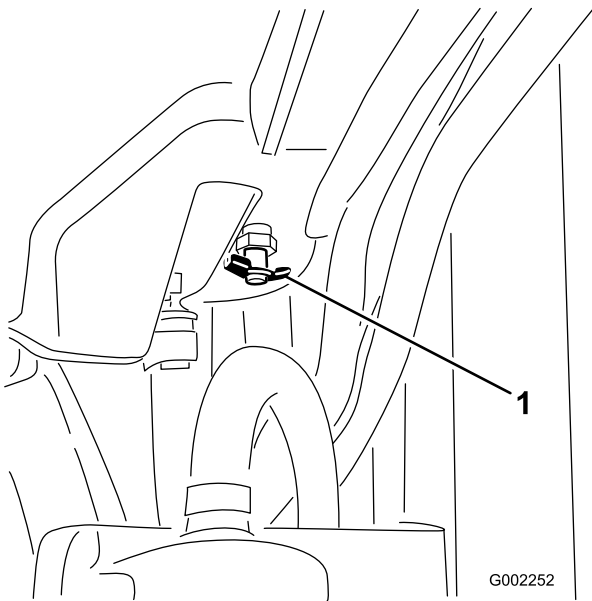

図 82
4. ドレンバルブを開いて冷却液を排出する 図 82。
5. ドレンバルブを閉じる 図 82。